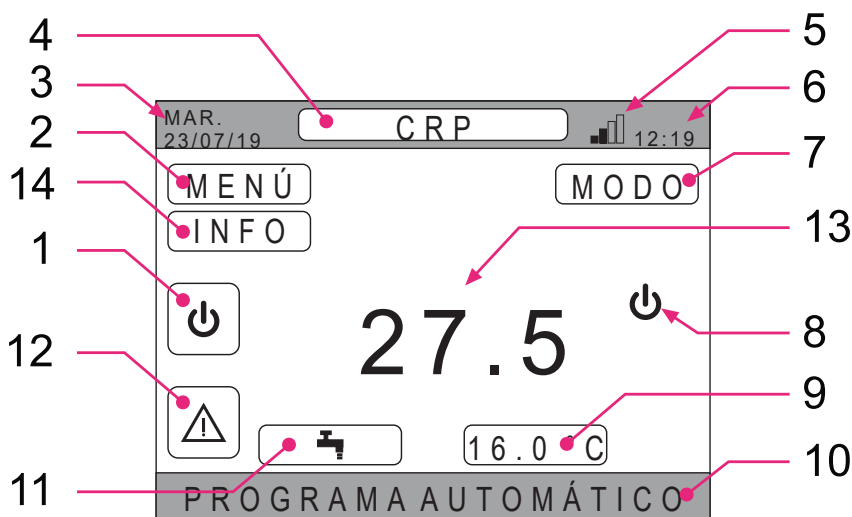

fig. 21 - Pantalla principal
Pulsando la tecla ✓ en el área activa “Sistema” (ref. 1 - fig. 21), se accede al menú desde el cual se puede modificar el estado de funcionamiento del sistema y activar o desactivar la función “Producción de agua caliente sanitaria” (menú ACS).
Pulsando la tecla ✓ en el área activa “MENÚ” (ref. 2 - fig. 21), es posible visualizar información del sistema y modificar algunos ajustes.
Pulsando varias veces la tecla ✓ en el área activa “Zona seleccionada/Cambio de zona” (ref. 4 - fig. 21), es posible desplazarse hasta la zona que se desea monitorizar o cuyos ajustes se desean modificar. El paso de una zona a otra se produce de forma cíclica entre todas las zonas configuradas.